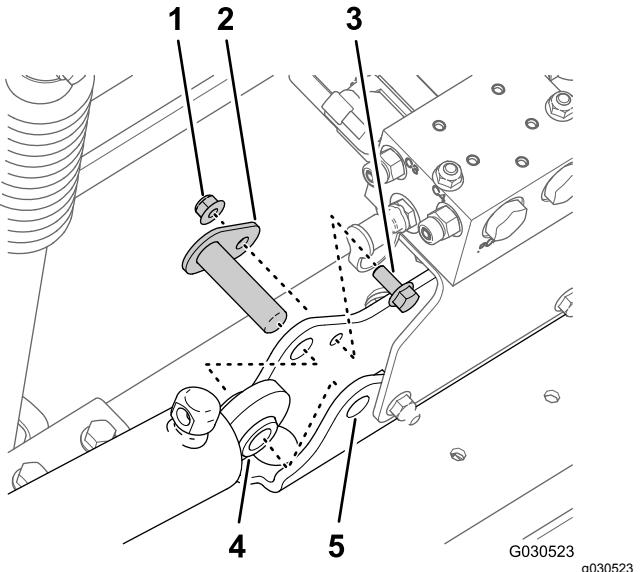

Bild 41
3. Entfernen Sie die Sicherungsbundmutter (5/16") und die Bundkopfschraube (5/16" x 3/4"), mit denen der Lagerbolzen an der Zylinderbefestigung befestigt ist (Bild 41).
4. Nehmen Sie den Lagerbolzen und den Hubzylinder von der Maschine ab (Bild 41).